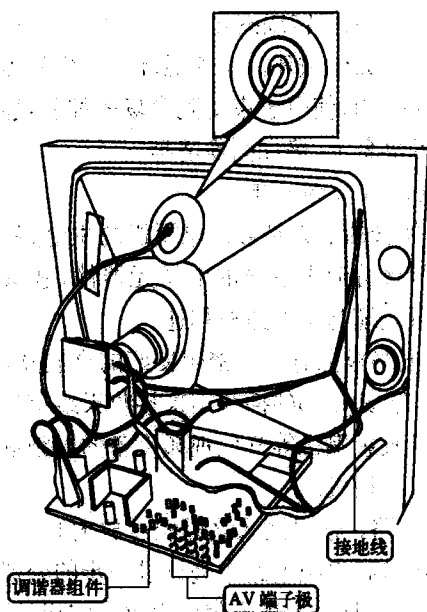

图 1-2 显像管的高压嘴
② 如图 1-2 所示,在显像管上方是高压嘴(高压输入端)。由行输出变压器产生的阳极高压通过绝缘良好的引线送到显像管的高压嘴,为显像管提供高压。
③ 显像管的玻璃壳外有黑色涂层,这些涂层起屏蔽作用。